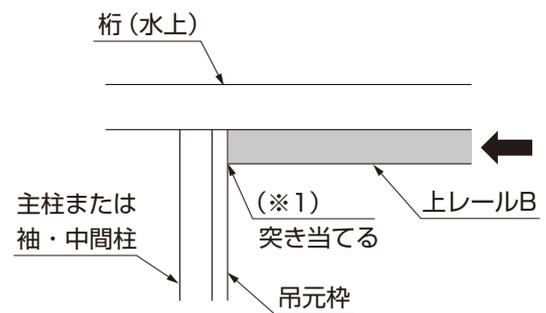

図6-2 上レールBの突き当て
- 上レールBを、吊元棒に突き当てて(\*1)から固定してください。(図6-2参照)